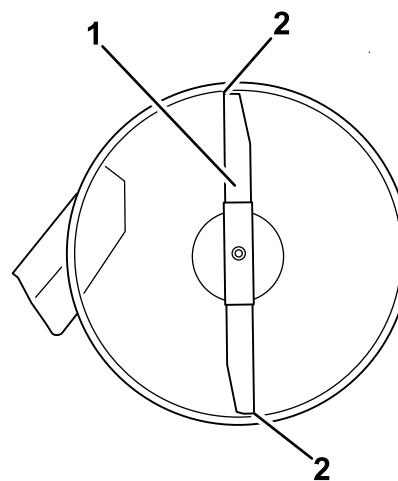
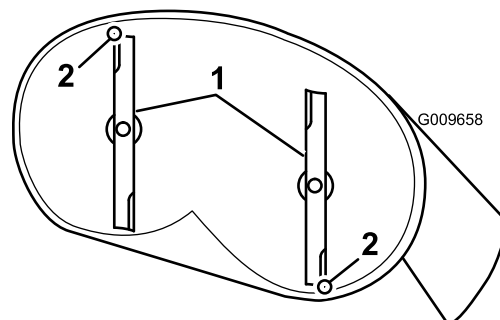

Figure 67
Figure 68
4. Faites pivoter les lames avec précaution pour faire passer les pointes avant à l'arrière (Figure 67 et Figure 68).
5. Mesurez la distance entre la pointe de la lame avant et la pointe de la lame arrière par rapport à la surface plane (Figure 67 et Figure 68).